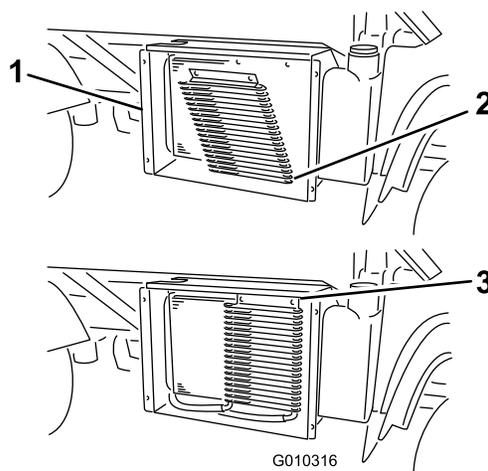

Рисунок 60
3. Поверните защелки и откиньте от радиатора масляный охладитель (если это предусмотрено) (Рисунок 60).